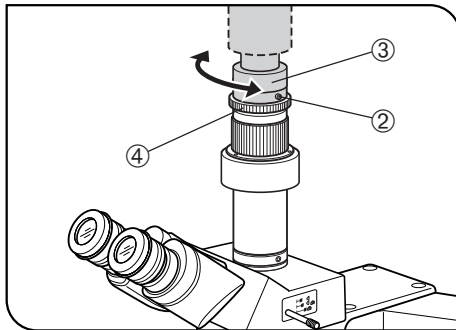

Fig. 6
2. Se si utilizza l'adattatore TV con lente di ingrandimento: allentare la vite di fermo ② sulla parte superiore della lente di ingrandimento, girare contemporaneamente l'adattatore per supporto telecamera ③ e la ghiera di messa a fuoco ④, quindi serrare di nuovo la vite di fermo ② (Fig. 6).